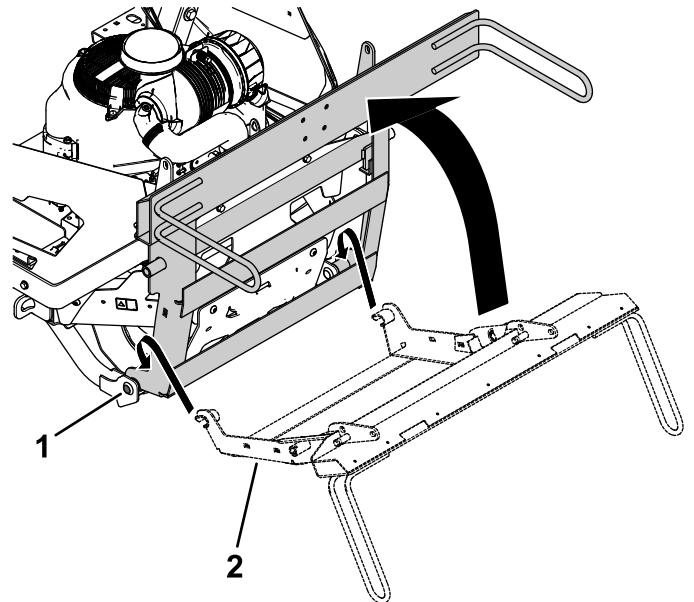

Bild 11
1. Arrangieren Sie den Rahmen des Heckfangsystems um die Lagerbolzen an der Stützhalterung und drehen Sie ihn nach vorne (**Bild 11**).